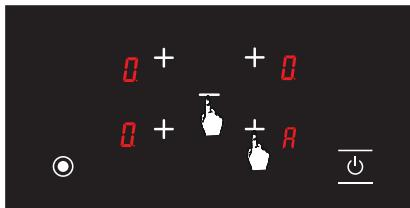

Рис. 11
- После настройки автоматического нагрева вы можете установить желаемый уровень приготовления, используя кнопку выбора конфорки и клавиши  (см. Рис. 11). Значок  и выбранный уровень приготовления будут отображаться на экране по очереди.